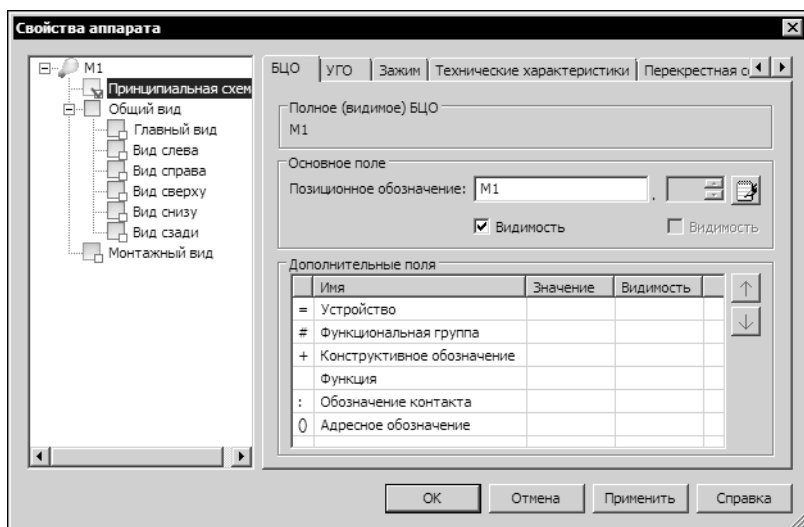

Рис. 21.7. Диалог свойств аппарата на уровне **Принципиальная схема**
4. Сначала необходимо ввести буквенно-цифровое обозначение (БЦО) аппарата. Его ввод осуществляется в диалоге свойств аппарата на уровне **Принципиальная схема** во вкладке **БЦО** (см. рис. 21.7 на с. 322, табл.21.9).
Если в дереве аппарата курсором выделен уровень **Принципиальная схема**, на экране появится диалог свойств отображения аппарата на принципиальной схеме (рис.21.7). Элементы управления диалога представлены в табл. 21.9 на с. 323.